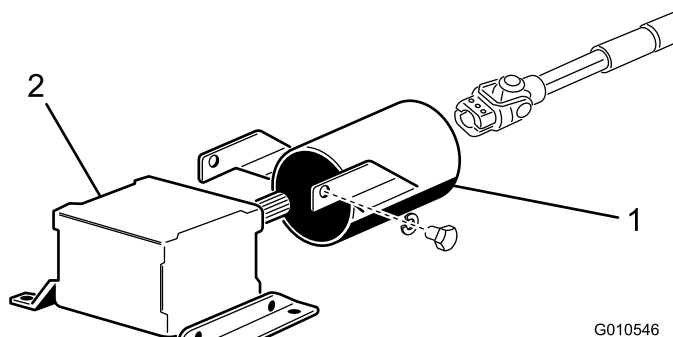

Figura 7
1. Retire os 2 parafusos e anilhas de bloqueio que prendem os suportes de montagem do resguardo da tomada de força à caixa de engrenagens (Figura 7).
2. Deslize o resguardo do veio da tomada de força no veio da tomada de força, posicionando o resguardo como se mostra em Figura 7.